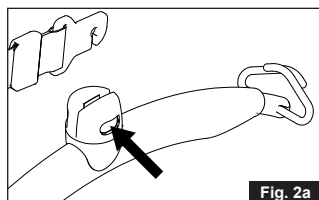
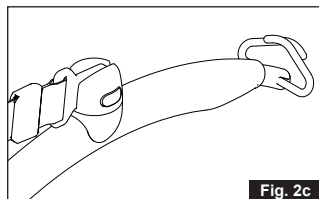

Fig. 2a
Fig. 2c
2. Insérez la fixation de la sangle dans l'encoche située sur le cache supérieur du cintre de levage, côté ouvert vers le bas (Fig. 2a, 2b) puis relâchez le bouton jaune (Fig. 2c).